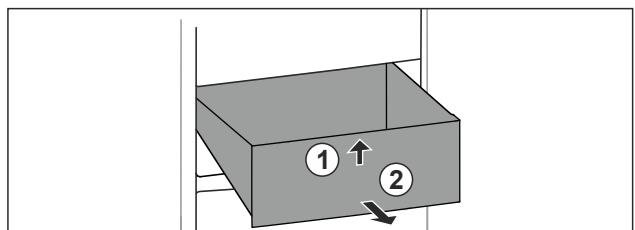

Fig. 77
- Nadzvedněte zásuvku vpředu. Fig. 77 (1)
- Vyjměte zásuvku dopředu. Fig. 77 (2)